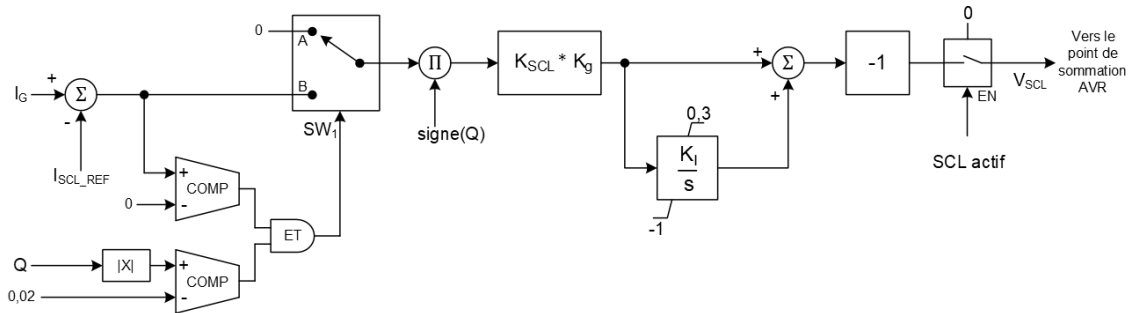
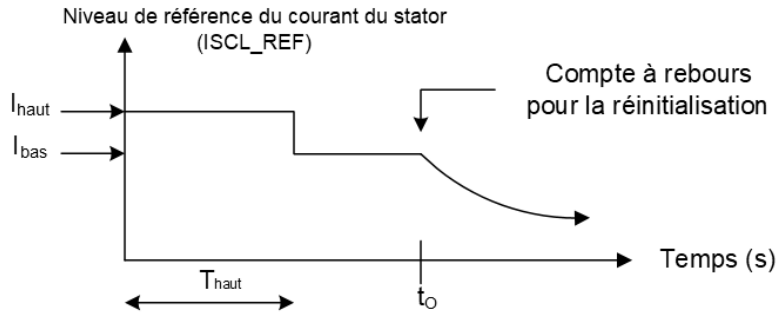

Figure 11-19. Schéma fonctionnel par unité pour le limiteur de courant du stator
Figure 11-20. Référence du limiteur de courant du stator
Le limiteur de courant du stator (SCL) modifie le niveau d'excitation en fonction de l'absorption (en avance) ou de l'exportation (en retard) de vars par la machine synchrone. La Figure 11-19 présente le modèle du limiteur SCL. Le limiteur SCL constitue la boucle externe, tandis que le régulateur de tension constitue la boucle interne. Le contrôleur de type PI est utilisé pour obtenir la réponse souhaitée. Le signe (Q) est défini comme positif (+1) pour la condition de surexcitation et négatif (-1) pour la condition de sous-excitation.
La référence du courant du limiteur SCL (I_{SCL_REF}) est générée sur la base d'une forme d'onde sur deux étages avec un niveau de courant élevé (I_{haut}), un temps de courant élevé (T_{haut}), et un niveau de courant faible (I_{bas}) comme le montre la Figure 11-20.
La boucle du limiteur SCL devient inactive si un courant de stator inférieur à un niveau de courant faible (I_{bas}) est requis par un événement externe. Cela est illustré au moment t_0 dans la Figure 11-20. Une valeur typique de K_{SCL} dans le premier bloc de gain dans la Figure 11-19 est 0,00833.